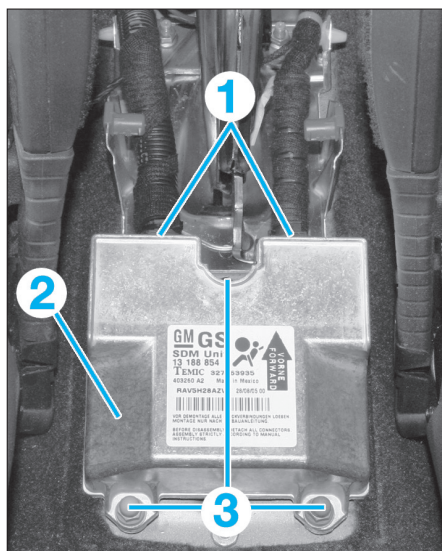

FIG. 17
- Débrancher les 2 connecteurs (1) du calculateur (2) (fig. 17).
- Déposer les 3 vis de fixation (3) du calculateur.